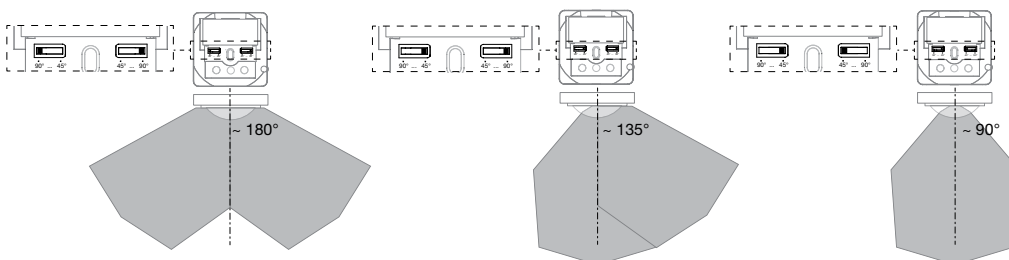
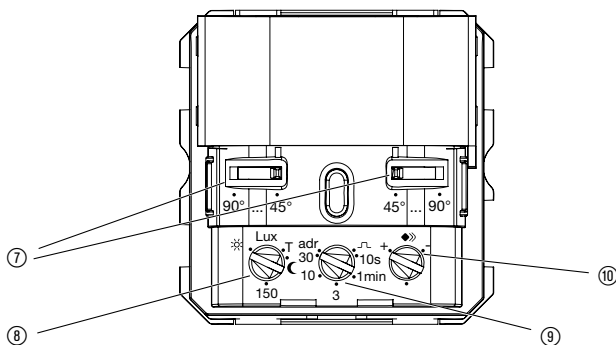

Bild 5: Einstellung des Erfassungswinkels
Bild 9: Einsteller und Potenziometer
Der Erfassungswinkel kann für die rechte und für die linke Seite je Einsteller (Bild 9, 7) zwischen 45° ... 90° eingeschränkt werden. Somit kann der Erfassungswinkel zwischen 90° bis ca. 180° liegen (Bild 5).
- Potenziometer Ansprechhelligkeit (Bild 9, 8) auf Position TEST einstellen.
- Potentiometer Nachlaufzeit (Bild 9, 9) in die gewünschte Position drehen.